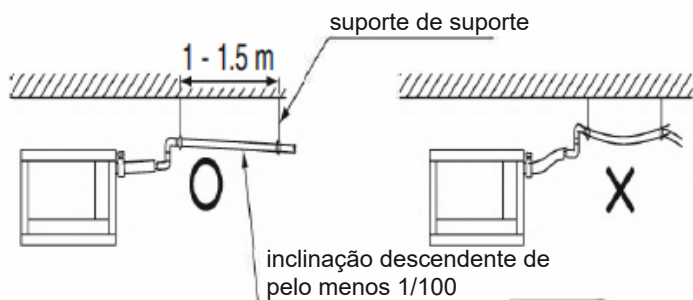

Fig. 10
- Instale a tubulação de drenagem o mais curta possível, com uma inclinação descendente de 1/100 ou mais e evite que o ar fique estagnado. (**Consulte Fig.10**)